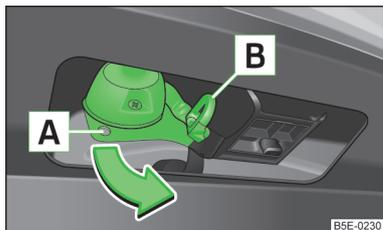

Abb. 142
- Die 13-polige Steckdose im Bereich **A** fassen und in Pfeilrichtung ausschwenken » Abb. 142.
- Die 13-polige Steckdose im Bereich **A** fassen und entgegen der Pfeilrichtung einschwenken » Abb. 142.
Die Sicherungsöse **B** » Abb. 142 dient zum Einhängen des Abreißseils des Anhängers.